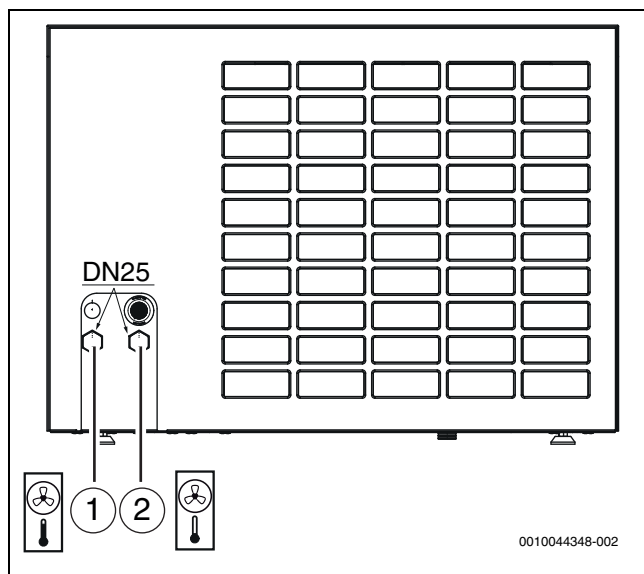

Bild 29 Anschlüsse der Wärmeträgerrohre; Beschreibung gilt für alle Größen
- Vorlaufleitung zur Inneneinheit an den Wärmeträgerausgang anschließen (→ [1], Abbildung 29).
- Rücklaufleitung von der Inneneinheit an den Wärmeträgereingang anschließen (→ [2], Abbildung 29).